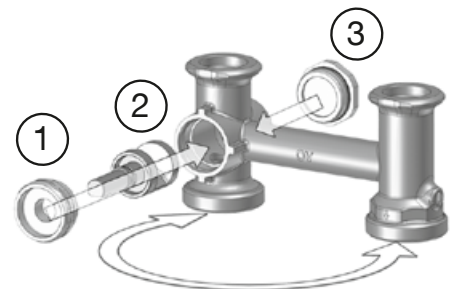

Abb. 21
**Achten Sie darauf, dass der spitz zulaufende Steg des Adapters nach unten zeigt** (Abb. 21).